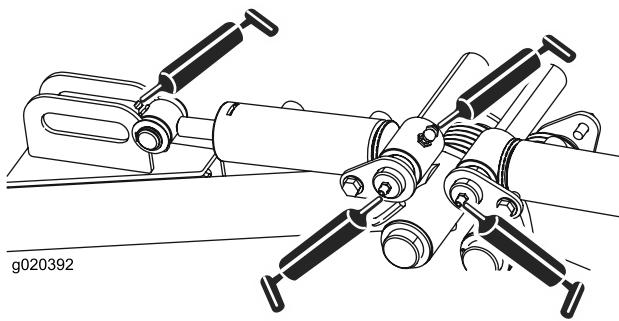

Figura 44
- Articulações do braço de elevação traseiro e cilindros de elevação (3 cada) (Figura 44)